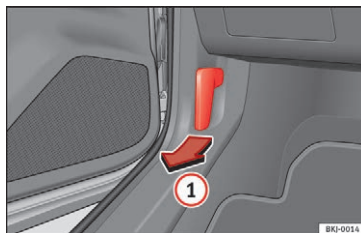

Fig. 9 Udløserarm i fodrummet i førersiden
- Åbn døren, og træk i grebet under instrumentpanelet »» Fig. 9 ①.